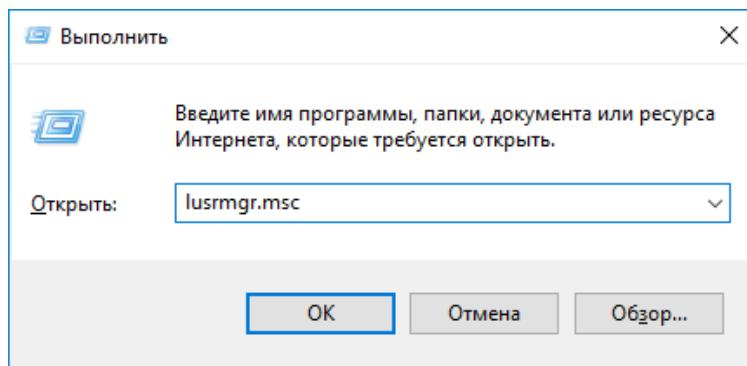
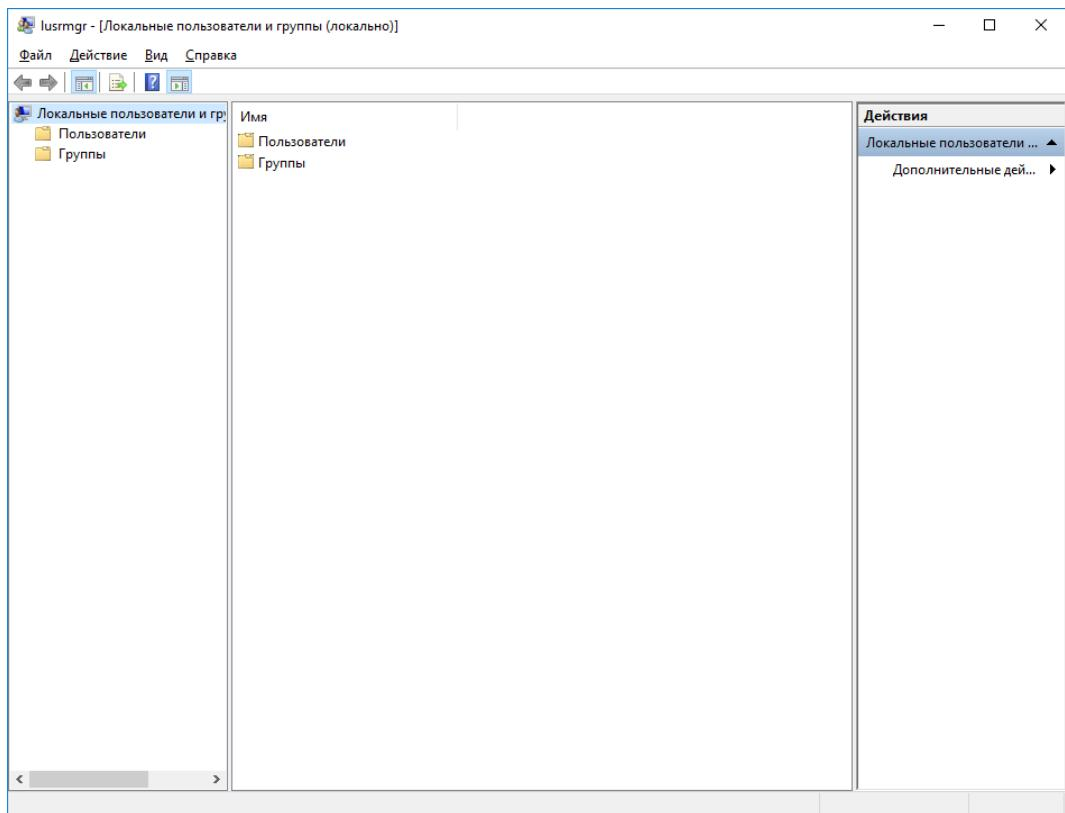
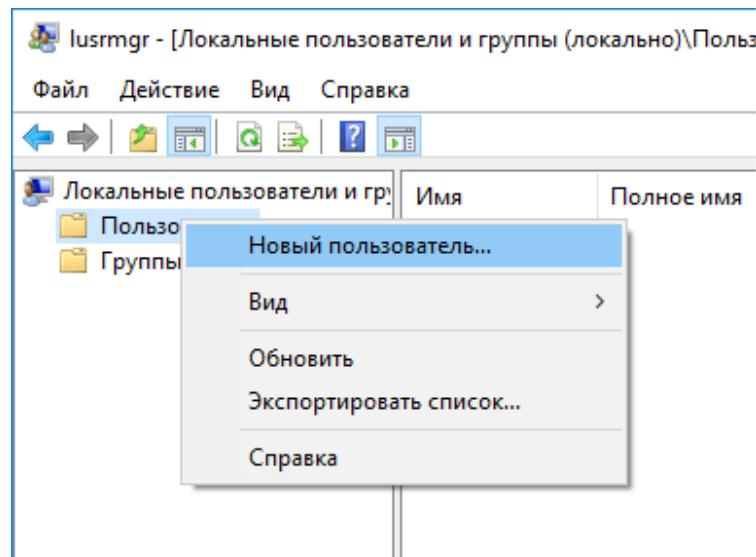
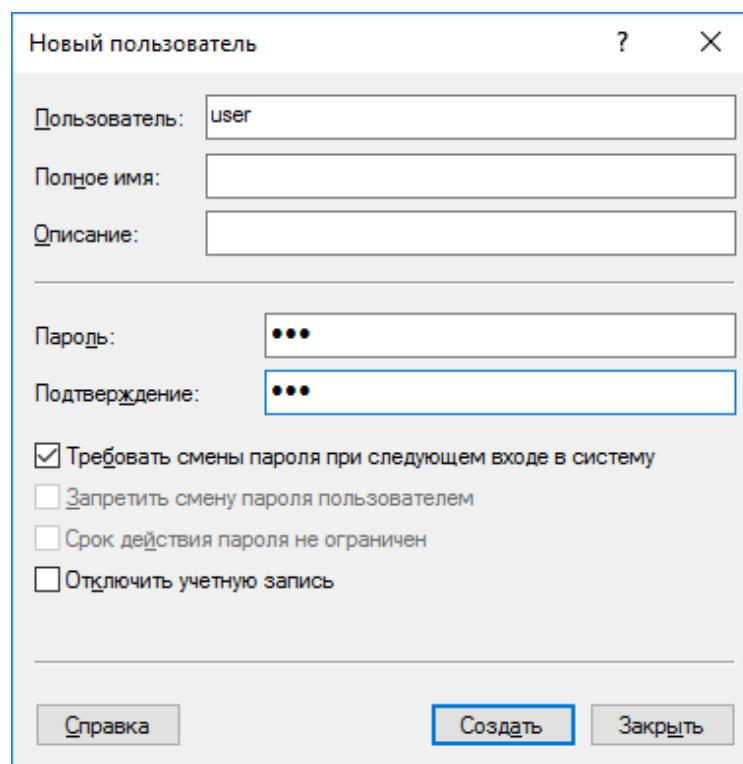

Рис. 2.10: Запуск оснастки настройки пользователей и групп
Рис. 2.11: Окно настроек пользователей и групп
Рис. 2.20: Переход в меню добавления нового пользователя
Рис. 2.21: Ввод имени и пароля для нового пользователя
1. Создаем группу пользователей для предоставления ей доступа к СОМ-объектам. Для примера дадим ей имя “OPC”. Для этого выбираем “Пуск” → “Выполнить” (Windows + R) и вводим “lusrmgr.msc” (рисунок 2.10). Появится окно настройки локальных пользователей и групп (рисунок 2.11). Не все версии Windows поддерживают работу с группами (например, для Windows 10 вариант Home не поддерживает, а поддерживает только Pro или выше). Если Ваша версия Windows не поддерживает работу с группами, то появится окно, показанное на рисунке 2.12. В этом случае можно пропустить данный шаг и на следующем шаге разрешить доступ либо всем пользователям (через учетную запись “Все”), либо отдельно разрешить доступ каждому требуемому пользователю.
Запускаем “Пуск” → “Выполнитъ” (Windows + R) и вводим “lusrmgr.msc” (рисунок 2.10). В появившемся окне нажимаем правой кнопкой мыши на элементе “Пользователи” и выбираем в контекстном меню “Новый пользователь...” (рисунок 2.20). В появившемся окне (рисунок 2.21) вводим имя пользователя и пароль, нажимаем “Создать” и затем “Выход”.